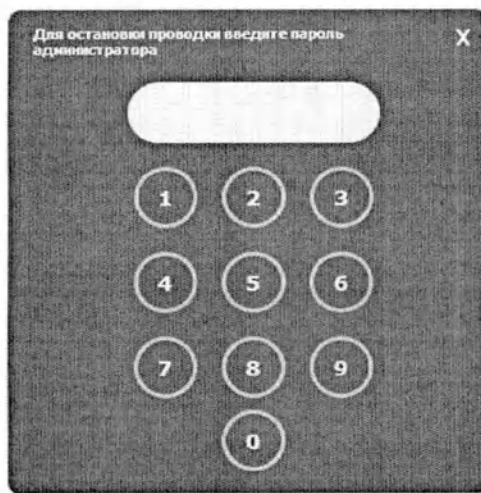

Рисунок 6.15 – Подтверждение прерывания процедуры промывки
19. В окне диалога подтверждения (Рисунок 6.15) введите пароль администратора системы для подтверждения преждевременного прерывания программы.